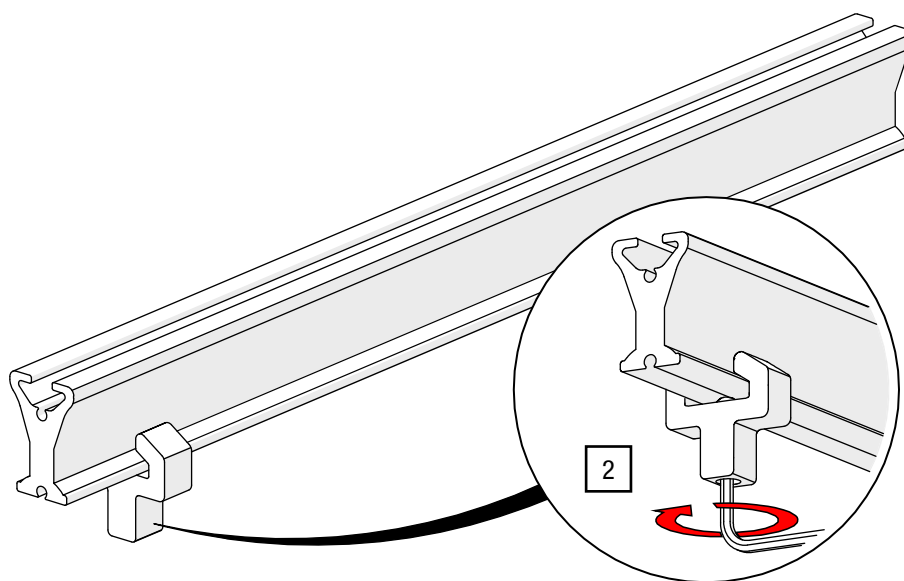

Abb. 50: Endanschlag variabel – Gewindestift anziehen
2. Ziehen Sie den Gewindestift mit einem ISK SW 2 mit 3 Nm an (siehe Abb. 50).